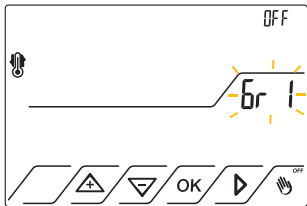

Fig.21
Di Default è disabilitata “**OFF**” Fig.21 , per attivarla:
7.5.2 Premere il tasto  fino a visualizzare la scritta **Grl** lampeggiante. Fig.21